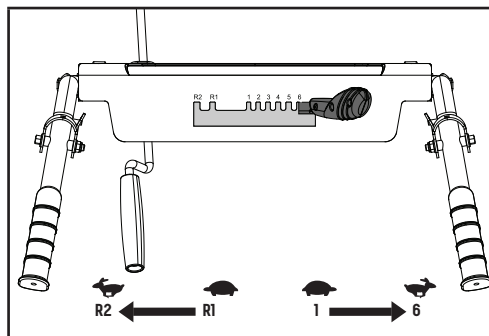

Figure 14
Votre souffleuse à neige a 6 vitesses en marche avant et 2 en marche arrière (figure 14).
2. Mettez le levier de commande de la vitesse sur la vitesse (marche avant ou marche arrière) que vous voulez (figure 14).